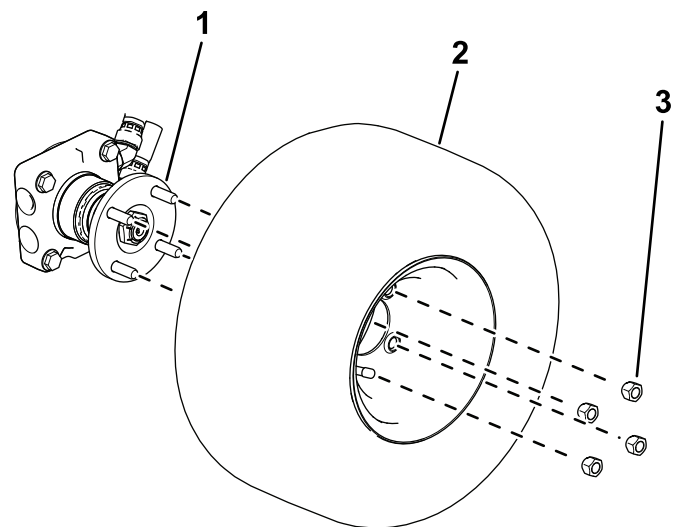

Figure 3
1. Fixez la roue sur le moyeu avec 4 écrous de roue (Figure 3).